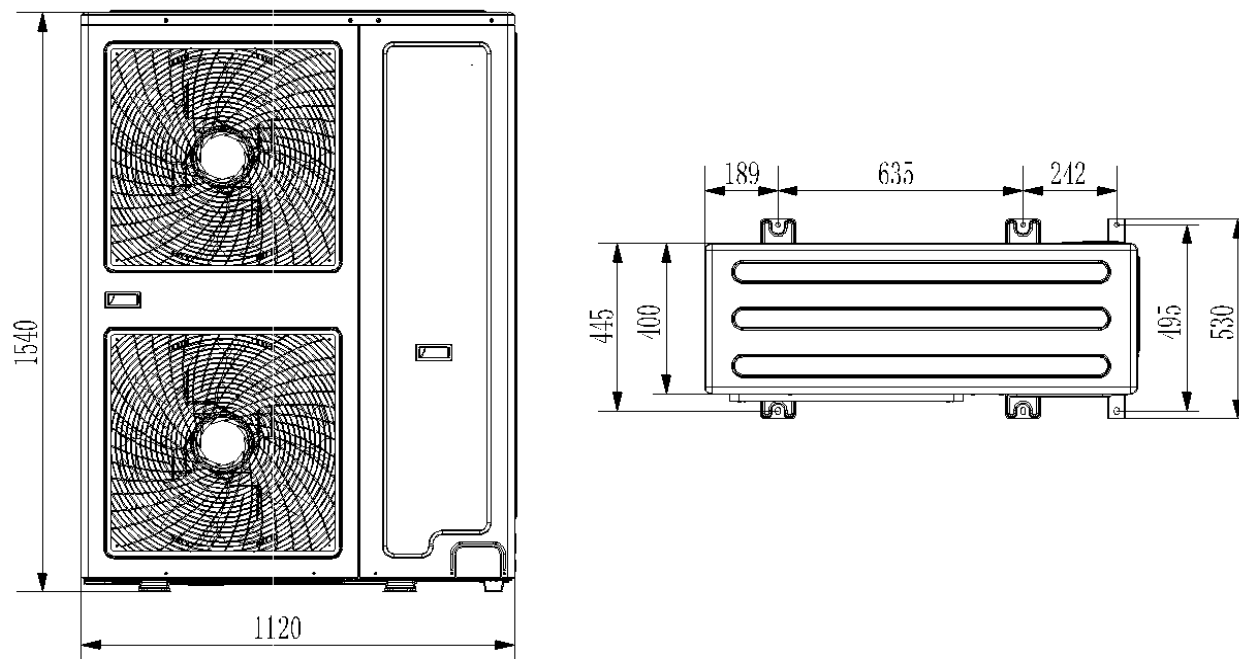

Рис.1.6
- Модели IMS-EM220NB(7), IMS-EM260NB(7) (рис.1.6)